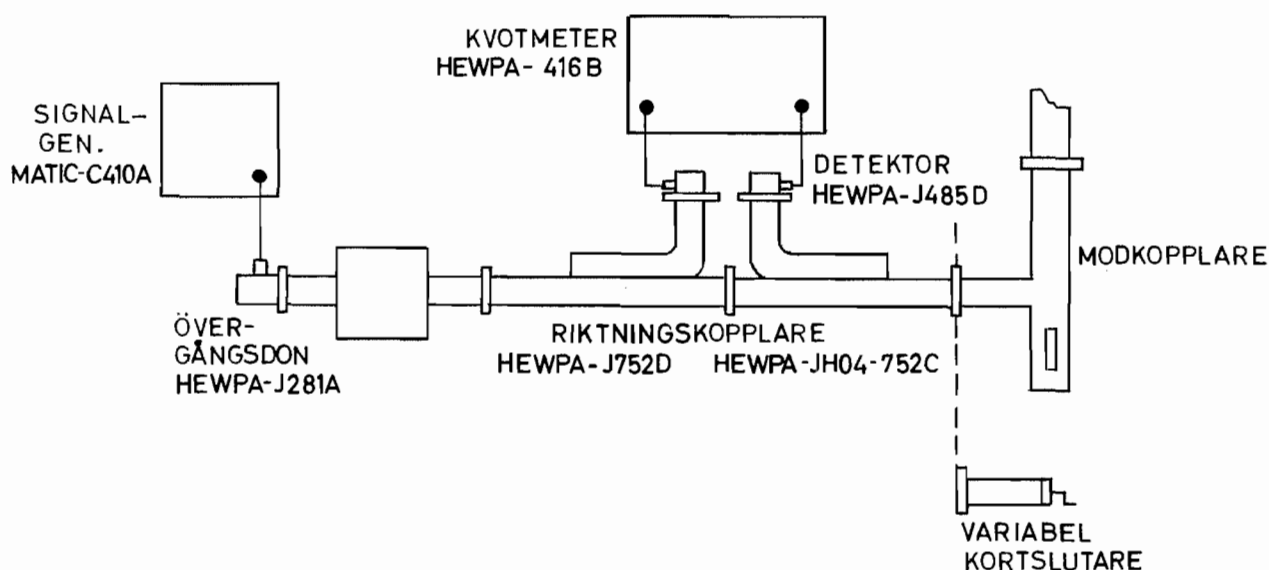

Bild 8 Uppkoppling
- 8.8.1 Anslut mätutrustningen enligt bild 8, till modkopplaren och en fast kortslutning vid anpassningsbiten till matarhornet. Kalibrering av mätutrustningen sker enligt punkt 8.8.2.